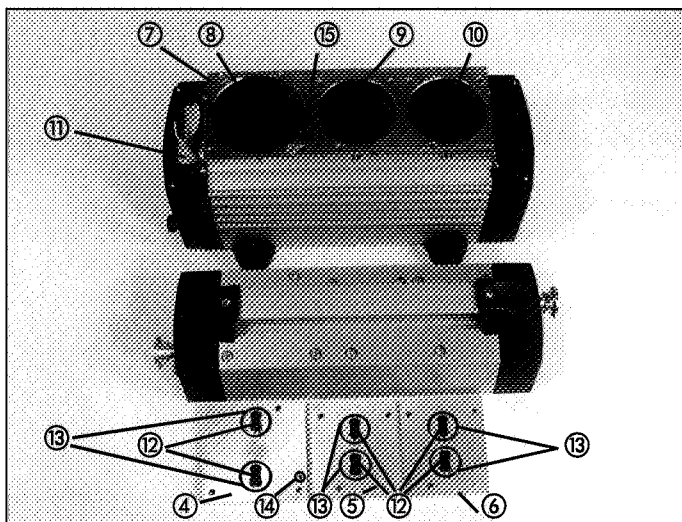

Abb. 8: Service-Stufe 3
- ⑥ Die drei Strukturmembranen ⑧, ⑨ und ⑩ mit den Händen entgegen dem Uhrzeigersinn herausdrehen (Abb. 8). Dazu das Lüfterrad ⑪ so drehen, dass die jeweilige Strukturmembrane mit den Händen gut greifbar ist.
- ▶ Für Strukturmembranen ⑨ und ⑩:
- ⑦ Von den Zwischenplatten ④, ⑤ und ⑥ die Ventilplatten ⑫ sowie die O-Ringe ⑬ entnehmen (Abb. 8).
- ⑧ Von der Zwischenplatte ④ den O-Ring ⑭ entnehmen (Abb. 8).
- ⑨ Von der Membranaufnahme ⑦ den O-Ring ⑮ entnehmen (Abb. 8).
ben und handfest anziehen (Abb. 8 und 9).
- 1 In die Membranaufnahme 7 den neuen O-Ring 15 einlegen (Abb. 8).
- 2 In die Zwischenplatten 4, 5 und 6 die neuen Ventilplatten 12 sowie die neuen O-Ringe 13 einlegen (Abb. 8).
- 3 In die Zwischenplatte 4 den neuen O-Ring 14 einlegen (Abb. 8).
- 4 Die Zwischenplatten 4, 5 und 6 auf die Membranaufnahme 7 entsprechend der Filzstiftmarkierungen (M) auflegen.